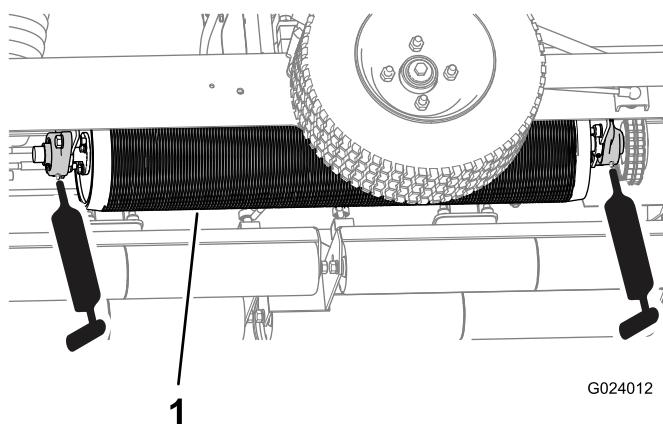
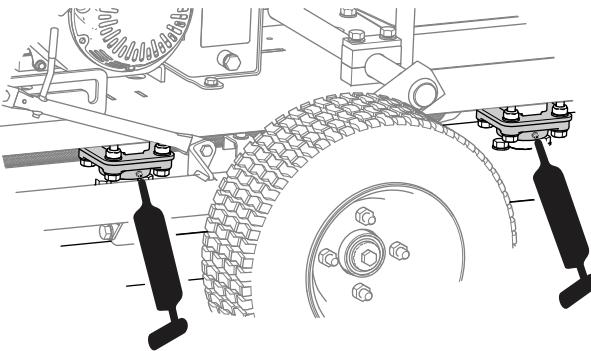

図 23
図 24
2. グリスピポンプを使ってグリスを注入する図23と図24を参照。